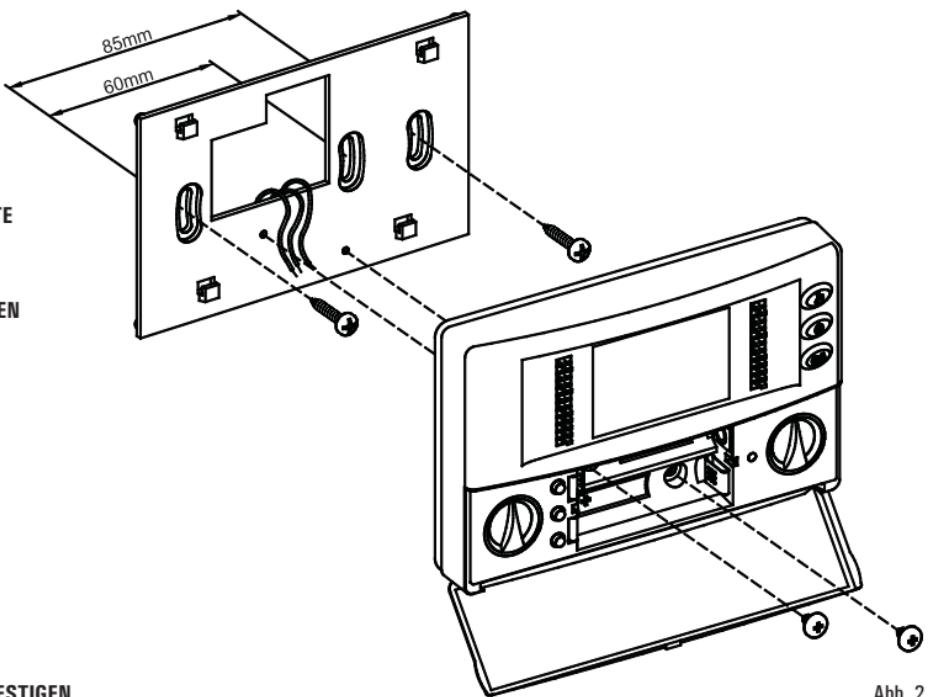

Abb. 2
2. Die Platte direkt auf die Wand oder auf eine Abzweige-Schachtel mit 3 Modulen durch die zwei Schrauben-Sitzen fest machen bei einem Achsabstand von 60 oder 85 mm (Abb. 2), indem man gut aufpasst, dass die Kabel in die Schlitzcharte frei durchgehen, wie auf Abb. 2 gezeigt.
4. Den Chronothermostat an die Wandplatte näher bringen, indem man vorher die Verzahnung des Sockels zusammen mit der dazu vorhandenen Löchern der Platte trifft; hinterher sollte man einen nach unten gerichteten Druck ausüben, bis die plastischen Zähnchen der Platte losschnellen; befestigen Sie nun den Regler an der Wandhalterung und fixieren diesen mit den beiliegenden Schrauben (Batteriefach) siehe Abb. 2.